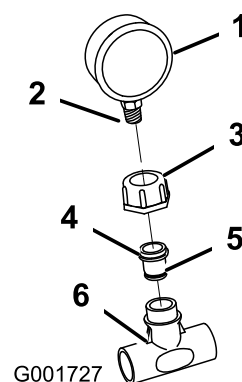

Figure 12
manomètre. À l'aide d'une clé hexagonale, vissez le réducteur sur le manomètre (Figure 12).
11. Montez le manomètre sur le raccord en T en plastique (Figure 12).